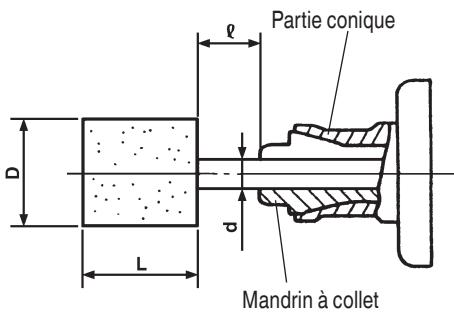

Fig. 2
- Lors de l'installation d'une meule avec l'axe, serrer et fixer le mandrin à collet après avoir appliquée une petite quantité d'huile pour broche (ou de l'huile pour machine à coudre) sur la partie conique indiquée à la Fig. 2.